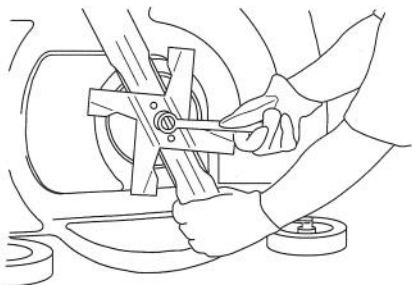

Figure 28
3. Installer l'hélice de paillage dans le logement de la lame et serrer avec l'écrou de lame (Fig. 28).